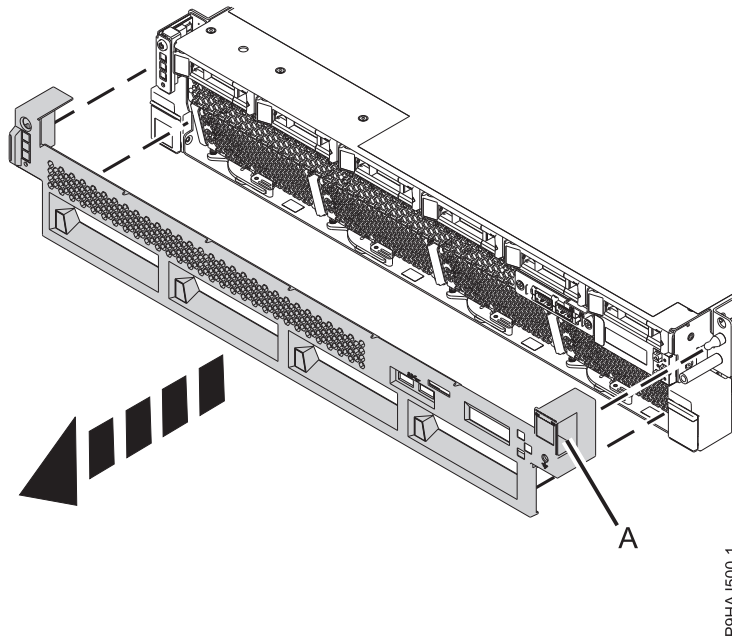

Abbildung 37. Vordere Abdeckungen ausbauen
- Entfernen Sie die vordere Abdeckung, indem Sie sie vom System wegziehen. An der Abdeckung befinden sich Vertiefungen (A), an denen Sie sie besser festhalten können. Siehe Abb. 37.